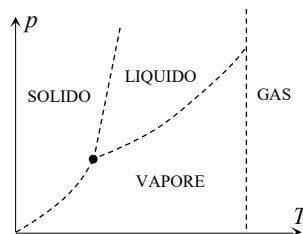

Fig. 6
- 8 La linea che, nel diagramma p, T (fig. 6), separa il campo di esistenza del vapore da quello del liquido, fornisce, in funzione del valore della pressione atmosferica, (a) la temperatura a partire dalla quale è possibile l'evaporazione (*vero/falso*)